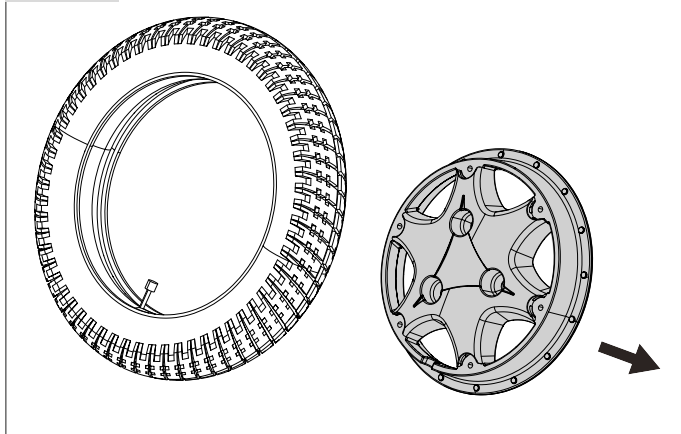

Fig. 8.8
- Trekk slangen forsiktig ut av dekket, (Fig. 8.8).